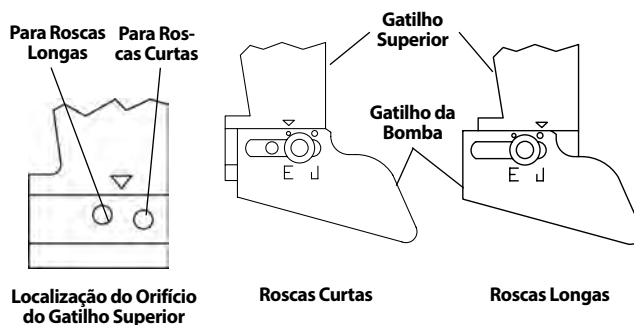

Figura 18 – Ajustar Comprimento da Rosca
- Para roscas curtas, mude o gatilho inferior no sentido da broca da máquina. Para roscas longas, desloque-o para longe da broca (*consulte Figura 18* – definições de fábrica mostradas). Roscas longas são tipicamente preferidas no Leste e roscas curtas no resto da Europa. Configure conforme pretendido.